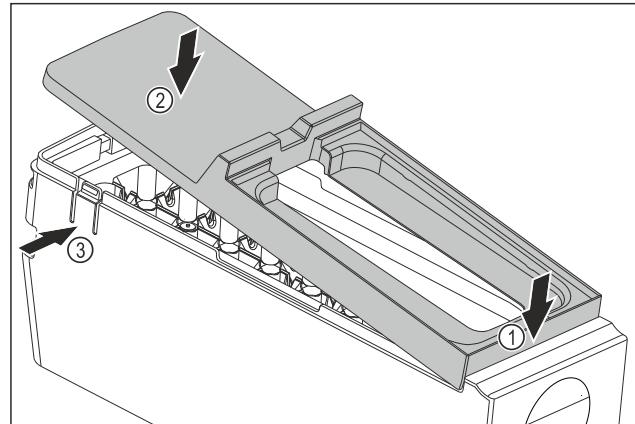

Fig. 85
- Монтаж на капака на корпуса на EasyTwist-Ice: Поставете капака отпред. Fig. 85 (1)
- Спуснете капака отзад. Fig. 85 (2)
- Капакът се фиксира с щракване в двете езичета Fig. 85 (3).